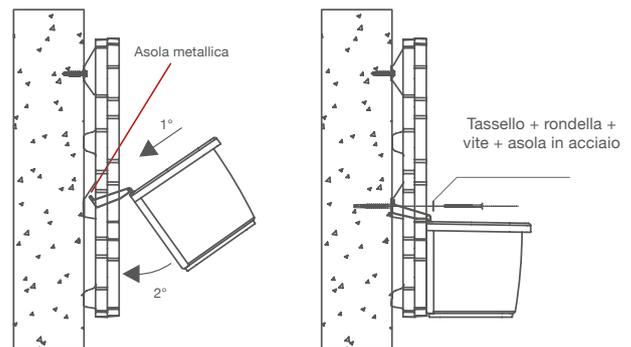

Figura 3: installazione della vaschetta
- Agganciare la vaschetta come indicato in figura 3. Va prestata attenzione affinché tutti e 3 i supporti siano inseriti correttamente all'interno degli spazi appositi della griglia WALL-Y;